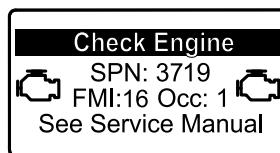

図 30
- 駐車再生が必要になると、インフォセンターにエンジン警告 SPN 3719, FMI 16 図 30 が表示され、エンジン出力が 85% にダウンします。